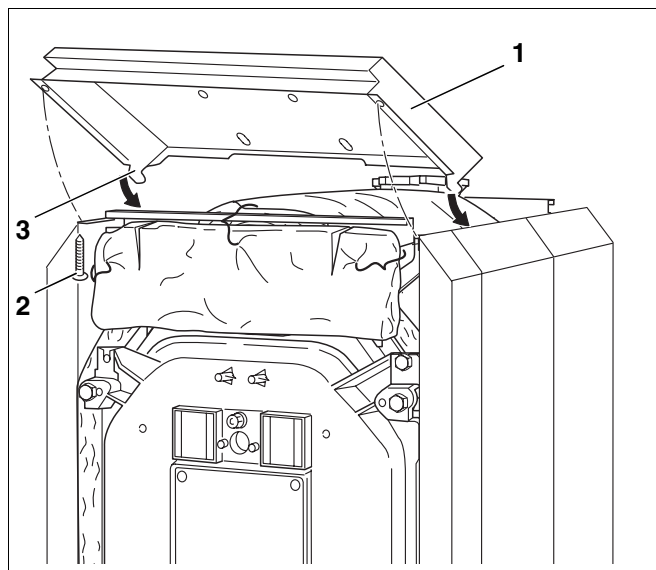

Fig. 51 Montering af den forreste toplade
- Hægt den forreste toplade (Fig. 51, **pos. 1**) fast i de forreste sidekapper med de to kroge (Fig. 51, **pos. 3**).
- Skru den forreste toplade fast i længdeskinne nedefra med de to pladeskruer (Fig. 51, **pos. 2**).